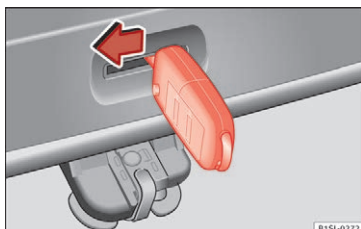

Fig. 7 Fra bagagerummet: nødoplåsning af bagklap
- Sæt nøglekammen ind i åbningen i bagklappen » **Fig. 7**, og tryk udløserarmen i pilens retning for at låse bagklappen op.